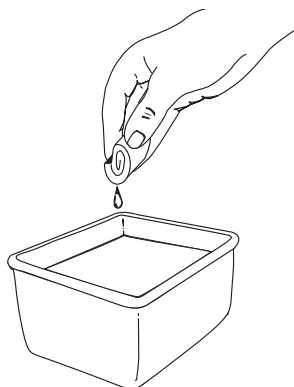

Fig. 62
3. Lave el filtro con agua y detergente (Fig. 62). Enjuague bien el filtro y déjelo secar.